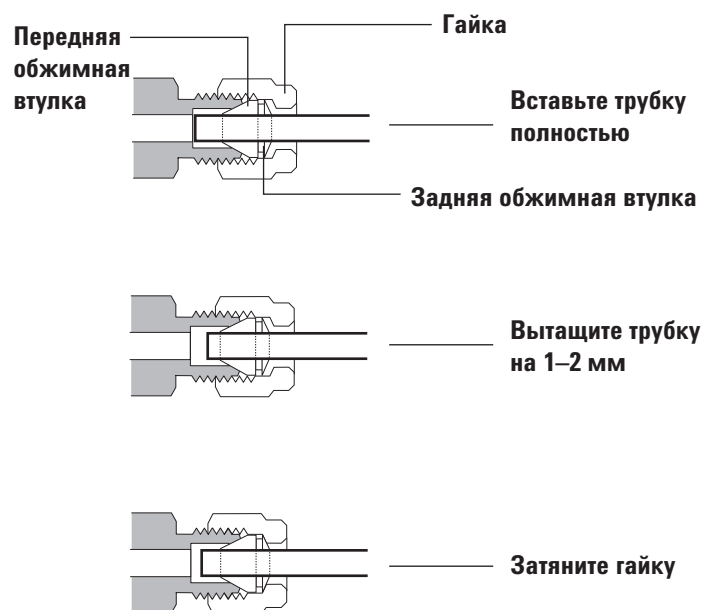

Рис. 17. Вставка трубки
- 4 Полностью вставьте трубку в заглушку, затем извлеките ее приблизительно на 1–2 мм См. **Рис. 17**.